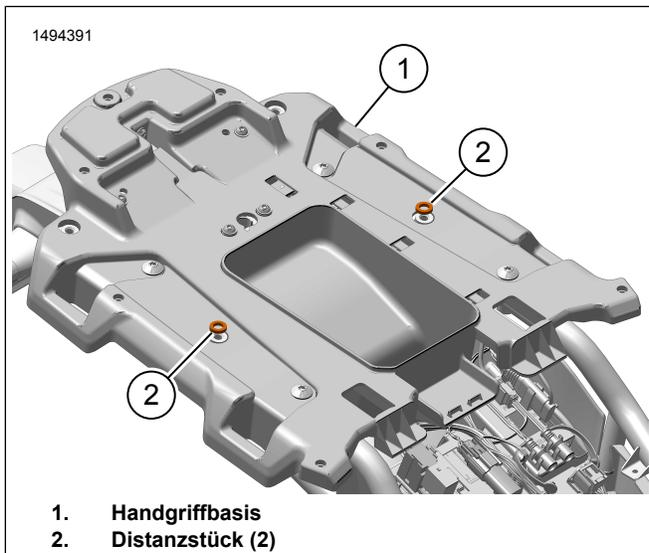

Abbildung 7. Distanzstücke
6. Siehe Abbildung 7. Die Distanzstücke (2) auf der Handgriffbasis (1) anbringen.